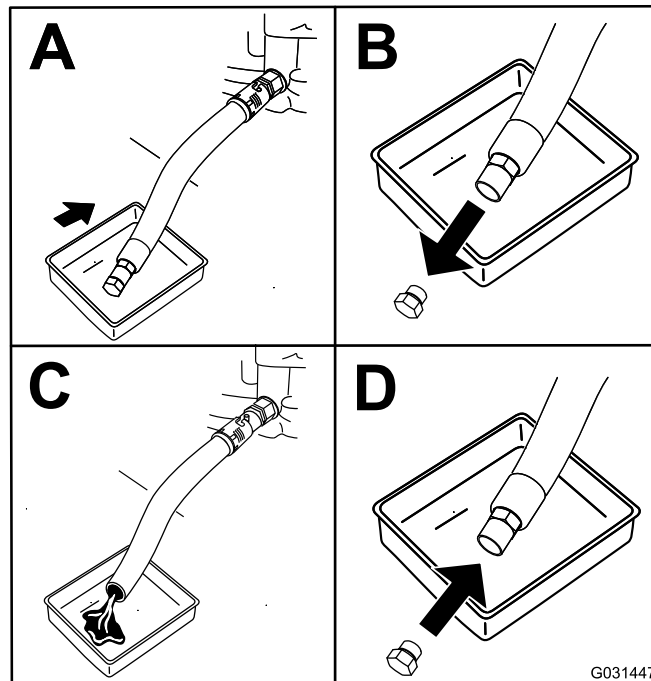

Рисунок 44
4. Замените масло в двигателе, как показано на Рисунок 44.